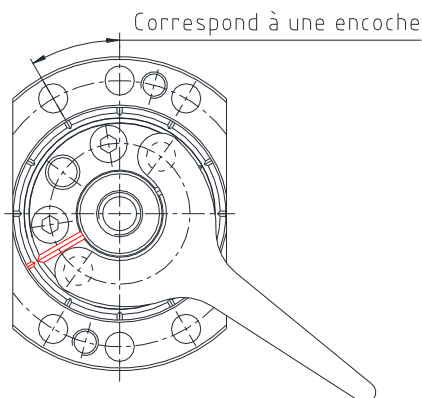

Fig. 13
- Serrez l'écrou de réglage à l'aide d'une clé à ergots jusqu'à ce que les encoches du boîtier et de l'écrou de réglage se superposent (voir figures 13 et 14).
- Marquez cette position sur le boîtier et l'écrou de réglage (voir figures 13 et 14).